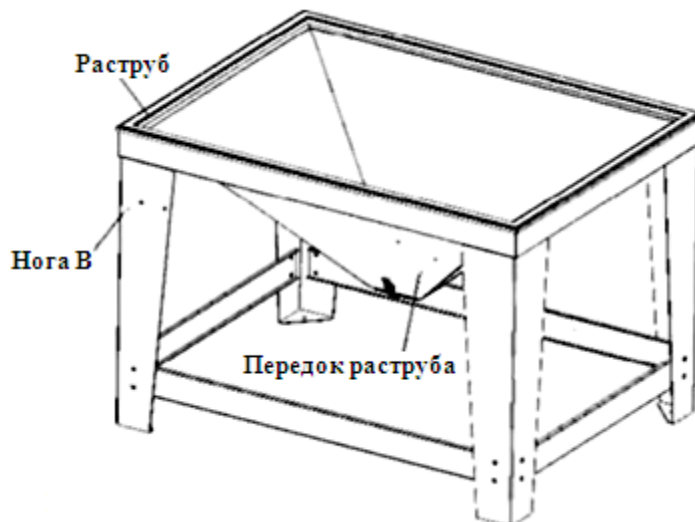

Рис. 8. Вставка раструба в основание.
5. Поставьте собранное основание как показано на Рис.8. Вставьте раструб в раму. Передок раструба должна быть обращена к ноге В.